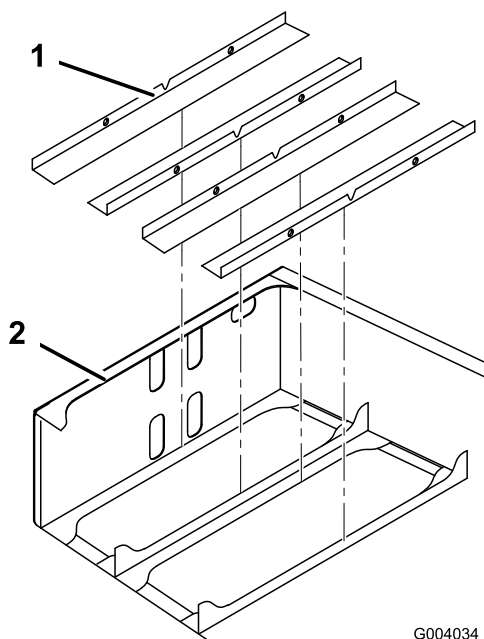

図 4
- 後フレームアセンブリにバッテリートレイのパッドを敷く図 4。